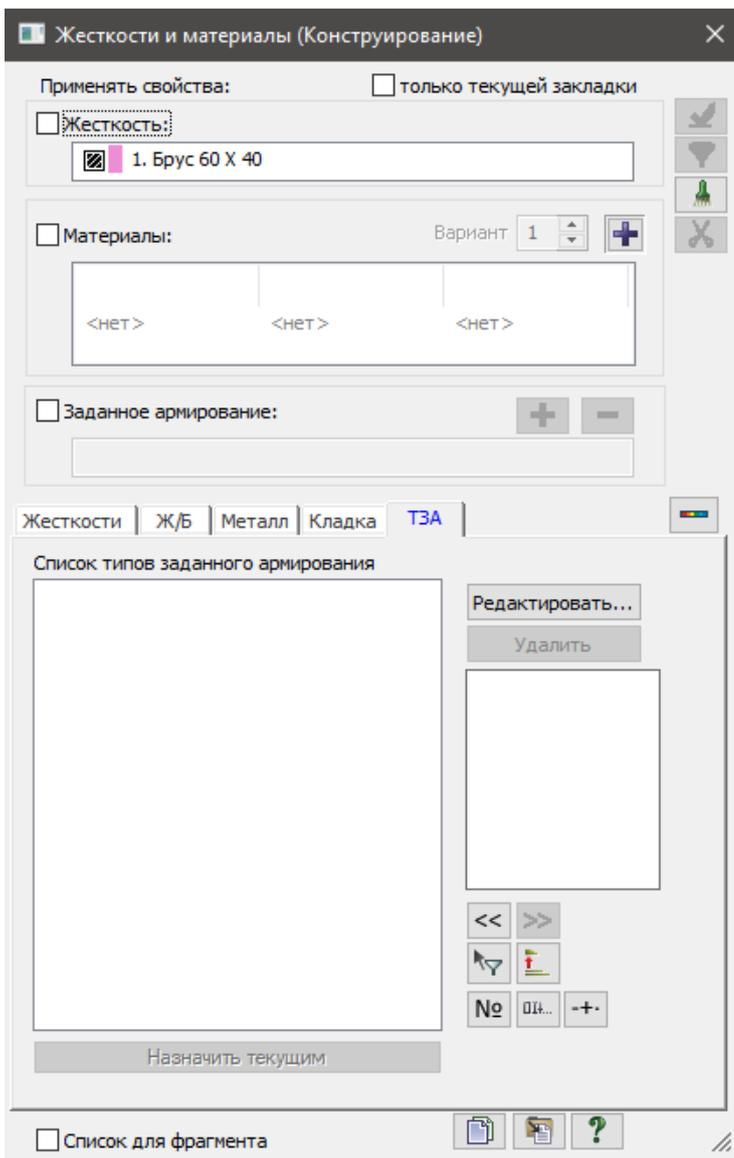

Рис.16.17. Диалоговое окно Жесткости и материалы
- ❑ Щелчком по кнопке  – **Заданное армирование** (панель **Конструирование** на вкладке **Железобетон**) вызовите диалоговое окно **Жесткости и материалы**. В диалоговом окне будет открыта вкладка **ТЗА** (рис.16.17).